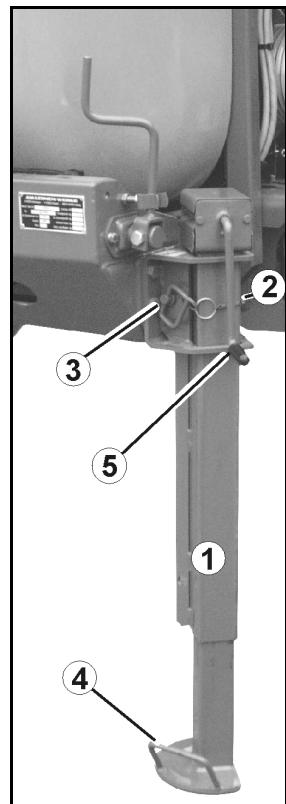

Fig. 41
Picior de sprijin cu manivelă (Fig. 41/1):
1. Desfaceți șplintul (Fig. 41/2).
2. Scoateți bolțul (Fig. 41/3).
3. Ridicați / coborâți piciorul de sprijin prin intermediul mânerului. (Fig. 41/4)
5. Cu manivela (Fig. 41/5)